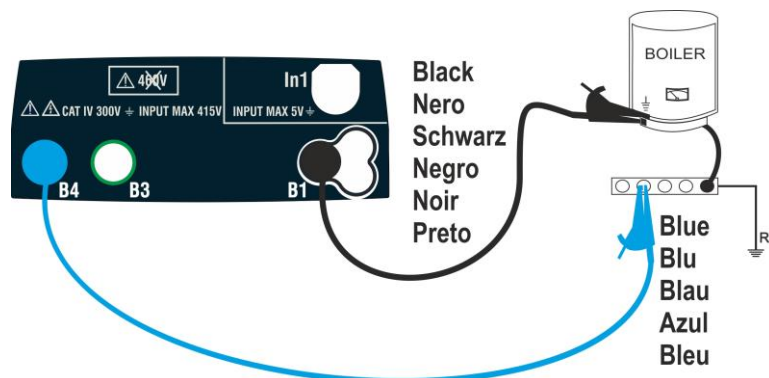
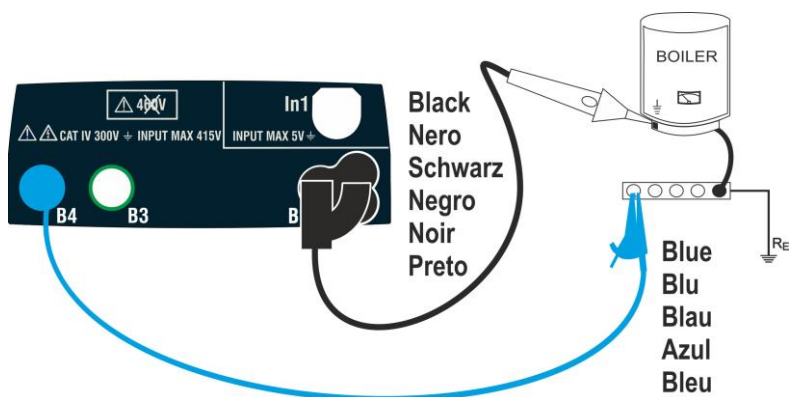

Fig. 10: Prova di continuità tramite cavi singoli
Fig. 11: Prova di continuità tramite puntale remoto
6. Connettere i puntali e/o il puntale remoto al conduttore in esame in accordo alle Fig. 10 o Fig. 11